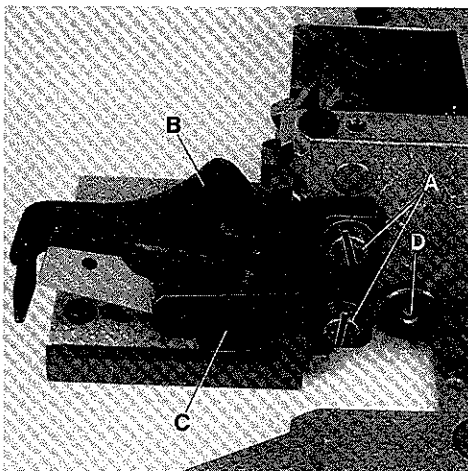
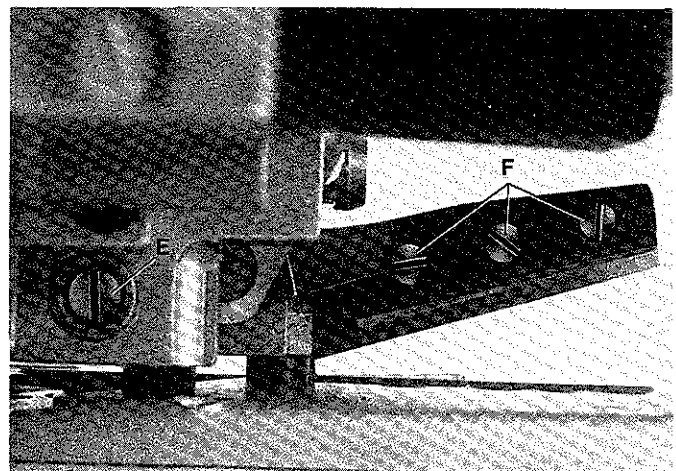
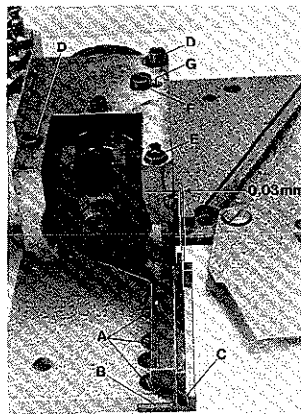

Fig.63
Fig.64
Fig. 66
Loosen screws (A, Fig. 63) and remove the two finger guards (B and C). Loosen screw (D, Figs. 63 and 65) and turn screw (E, Figs. 64 and 65) a few revolutions counterclockwise until the pressure of upper knife against lower knife is released.
Remove the three knife fastening screws (A, Fig. 66) and replace the lower knife.
The cutting edge of lower knife should be flush with the top surface of cloth plate. When assembling a new lower knife two shims (B, Fig. 66) each 0,4 mm (1/64 in.) thick, have to be placed between lower knife and cloth plate. When assembling a resharpened knife one or both shims have to be removed, according to the stock removed while grinding, in order to have the lower knife cutting edge flush with cloth plate top surface. Tighten knife fastening screws.
Release pressure of upper knife against lower knife as described in paragraph "REPLACING THE LOWER KNIFE". Remove the three upper knife fastening screws (F, Fig. 64) and replace the upper knife.
Lösen Sie die Schrauben (A, Fig. 63) und entfernen Sie die beiden Fingerschutzteile (B und C). Lösen Sie die Schraube (D, Fig. 63 und 65) und drehen die Schraube (E, Fig. 64 und 65) einigemal im Gegenuhreiser Sinn bis das Obermesser nicht mehr gegen das Untermesser drückt.
Entfernen Sie die drei Messerbefestigungsschrauben (A, Fig. 66) und tauschen Sie das Untermesser aus.
Die Schneide des Untermessers muß auf gleicher Höhe mit der Stoffplattenoberfläche stehen. Beim Einbau eines neuen Untermessers werden zwei je 0,4 mm dicke Unterlegbleche (B, Fig. 66) zwischen Untermesser und Stoffplatte gelegt. Beim Einbau nachgeschärfter Messer müssen, entsprechend dem abgeschliffenen Material, ein oder beide Unterlegbleche entfernt werden, damit die Untermesserschneide auf gleicher Höhe mit der Stoffplattenoberfläche ist. Ziehen Sie die Messerbefestigungsschrauben an.
Nehmen Sie den Druck vom Obermesser wie im Absatz "AUSWECHSELN DES UNTERMESSERS" beschrieben. Entfernen Sie die drei Obermesser-Befestigungsschrauben (F, Fig. 64) und tauschen Sie das Obermesser aus.
Retighten screws (F). Press upper knife lever with upper knife in its down position. Cutting edges of upper and lower knife should overlap approx. 0,5 mm (.020 in.) at the knife tips (C, Fig. 66). For this adjustment, the upper knife fastening screws (F, Fig. 64) can be relocated a little bit up or down in the holes of the upper knife lever.
Release pressure of upper knife against lower knife as described in paragraph "REPLACING THE LOWER KNIFE". Loosen screws (D, Fig. 66) slightly, and keep screw (E) securely tightened. Press upper knife lever in its down position.
Remove screw (F, Fig. 66) and rotate eccentric rod (G) so that the upper and lower knife contact each other at the knife tips (C), and at the lower knife pilot arises a distance of 0,03 mm (.0012 in.) (see Fig. 66).
Make sure that eccentric rod (G, Fig. 66) does not turn while tightening screws (D) and turning in screw (F).
Turn screw (E, Figs. 64 and 65) clockwise until the upper knife exerts a markable pressure against lower knife. Lock screw (E, Figs. 64 and 65) with screw (D) and make cutting tests with air pressure.
Ziehen Sie die Befestigungsschrauben (F) wieder an. Drücken Sie den Obermesserhebel mit dem Obermesser in die untere Stellung. Ober- und Untermesser sollen sich an den Messerspitzen (C, Fig. 66) etwa 0,5 mm überlappen. Die Obermesser-Befestigungsschrauben (F, Fig. 64) lassen sich für diese Einstellung in den Bohrungen etwas nach oben oder unten verlagern.
Lösen Sie die Schrauben (D, Fig. 66) leicht, die Schraube (E) muß fest angezogen bleiben. Drücken Sie den Obermesserhebel in die unterste Stellung.
Entfernen Sie die Schraube (F, Fig. 66) und drehen Sie den Exzenterbolzen (G) so, daß sich Ober- und Untermesser an der Spitze (C) berühren und am Untermesser-Führungszapfen ein Abstand von etwa 0,03 mm entsteht (siehe Fig. 66).
Achten Sie darauf, daß sich der Exzenterbolzen (G, Fig. 66) beim Anziehen der Schrauben (D) und Einschrauben der Schraube (F) nicht verdreht.
Drehen Sie die Schraube (E, Fig. 64 und 65) im Uhrzeigersinn bis das Obermesser einen gut spürbaren Druck gegen das Untermesser ausübt. Kontern Sie die Schraube (E, Fig. 64 und 65) mit der Schraube (D) und machen Sie Schneidproben mit Druckluftantrieb.